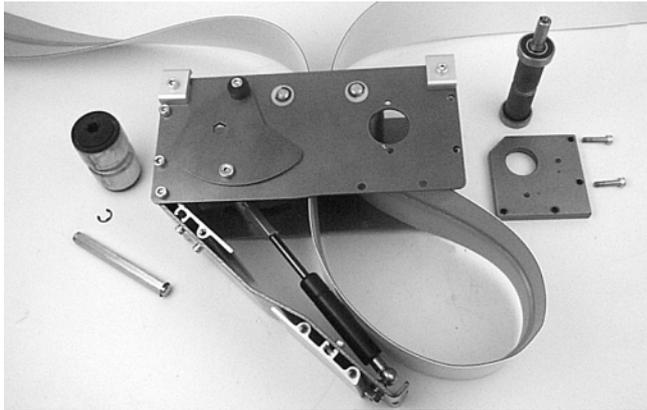

Abbildung 29
2. Bandschleife in das Antriebsmodul legen (Abbildung 29).